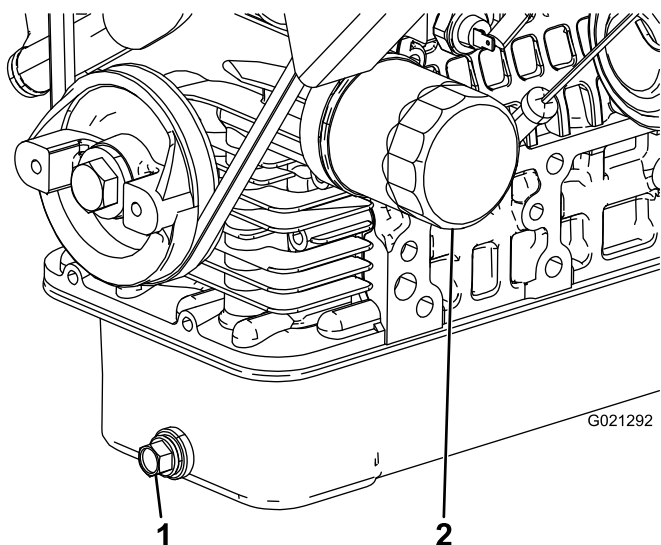

図 46
- ドレンプラグを外してオイルを容器に受ける (図 46)。
4. オイルフィルタを外す図 46。